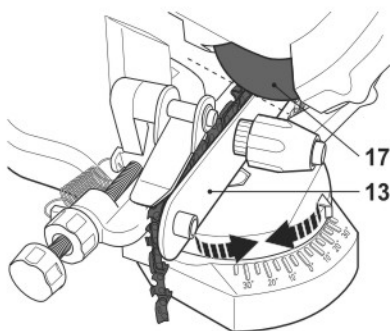

Fig. 7
- > Afloje ligeramente la sujeción del tornillo de banco (10). Para ello, gírela a la izquierda y gire el tornillo de banco (13) a la derecha o a la izquierda para adaptar el ángulo de la cadena de la motosierra (Fig. 7). Consulte con el fabricante de la cadena de la motosierra en caso de duda.
- > Empuje hacia abajo el alojamiento del motor (3) con la empuñadura (1) para verificar que el disco de afilado (17) se corresponda con el ángulo de la cadena de la motosierra.
- > Apriete la sujeción del tornillo de banco (10).